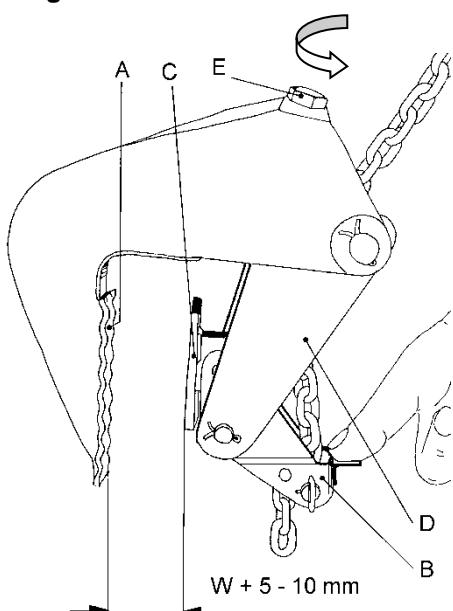
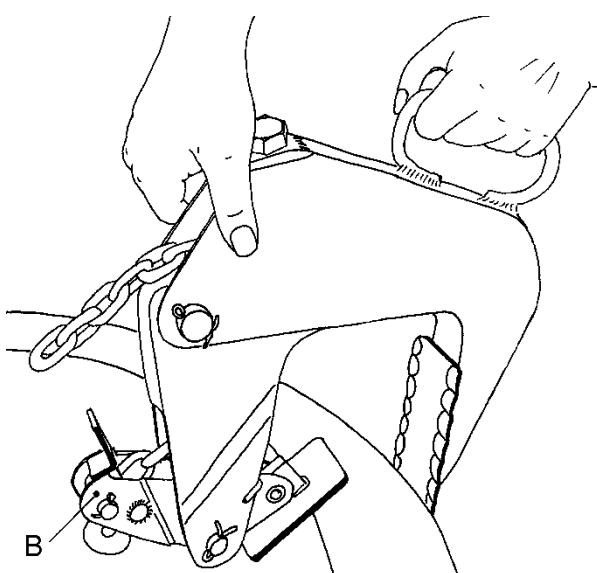

Abb. 3
Abb. 4
Klemme durch Drehen der Verstellschraube (E) öffnen (Abb. 3). Die maximale Öffnungsweite (siehe Typenschild) nicht überschreiten, da die Mutter der Verstellschraube nicht gesichert ist; Absturzgefahr! Die Klemmen so auf die Rohrwand stecken, daß sich der Winkelhebel (B) auf der Innenseite befindet (Abb. 4). Winkelhebel (B) gegen die Federkraft bis zum Anschlag nach unten drücken. Verstellschraube (E) so weit eindrehen, bis die **Öffnungsweite 5-10 mm größer ist als die Wandstärke**. Die Öffnungsweite muß bei allen Klemmen gleich eingestellt sein.